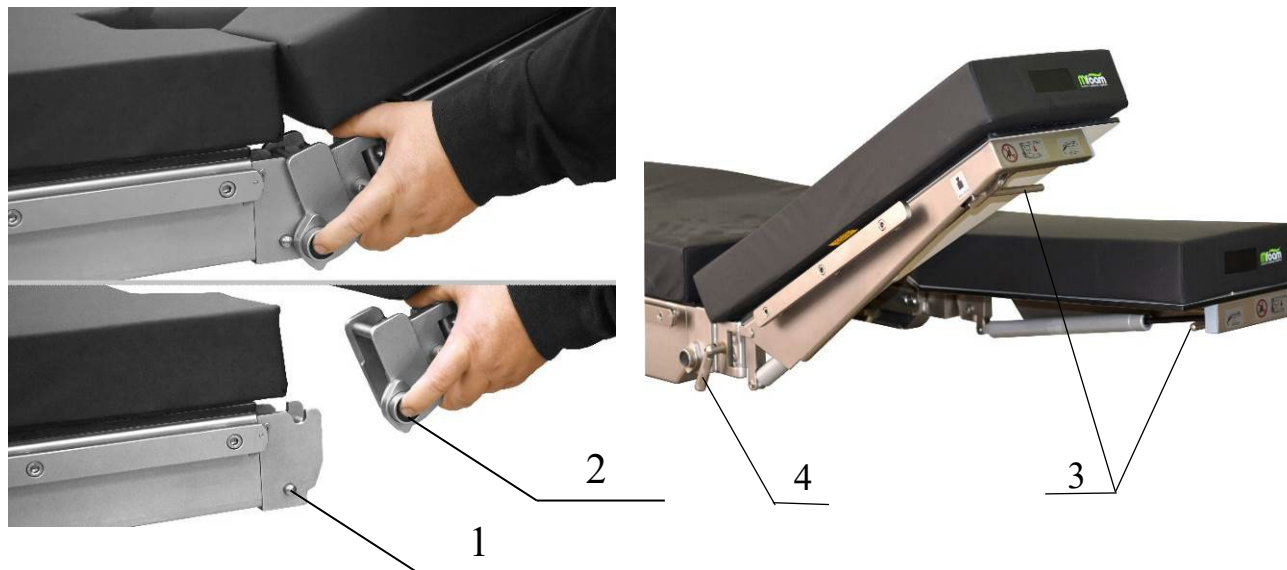

Рисунок 9. Ножные секции на газовых пружинах.
- Наденьте зажимы на кронштейны тазобедренной секции и убедитесь что фиксаторы 1 защелкнулись (Рисунок 9);
- Отверните на один оборот зажим шарнира ножной секции 4 (Рисунок 9);